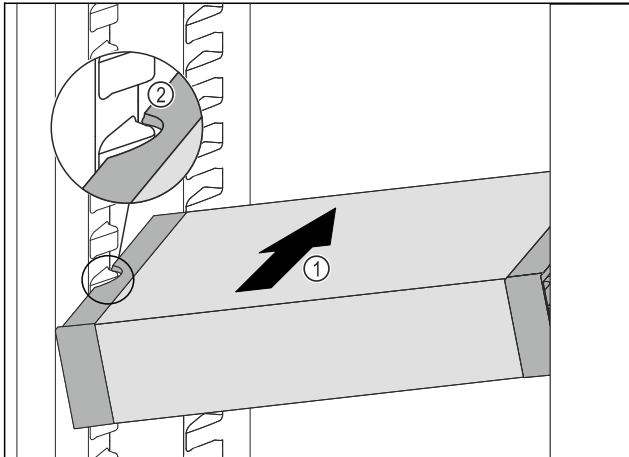

Fig. 136
- Insérer le VarioSafe en biais dans la partie réfrigérateur Fig. 136 (1) jusqu'à ce que les encoches latérales Fig. 136 (2) du VarioSafe se trouvent à la hauteur de la nervure du bac dans la partie réfrigérateur.